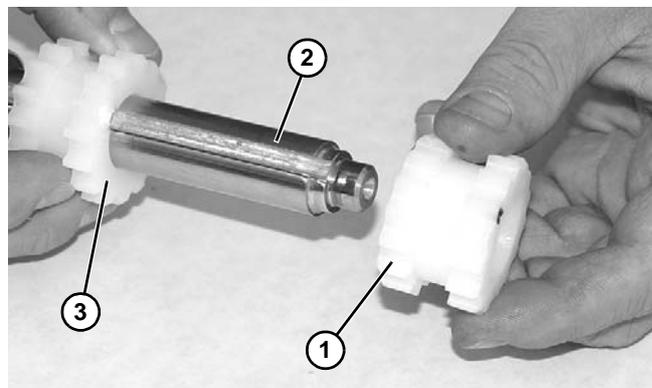

Abbildung 56
2. Die erforderliche Menge an frei beweglichen Zahnränder (**Abbildung 56, Teil 1**) auf die Treibrolle montieren (**Abbildung 56, Teil 2**).
3. Festes Kettenrad (**Abbildung 56, Teil 3**) wieder an derselben Stelle einbauen, aus der es ausgebaut wurde, und sicherstellen, dass es das Band greift. Stellschraube festziehen.